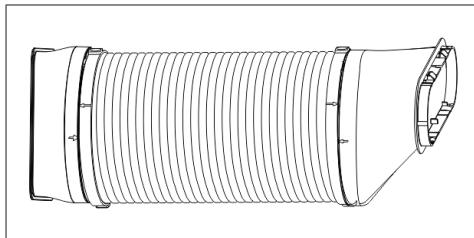

Fig. 3
3. Dopo l'assemblaggio, come mostrato nella figura sottostante (Fig. 3)